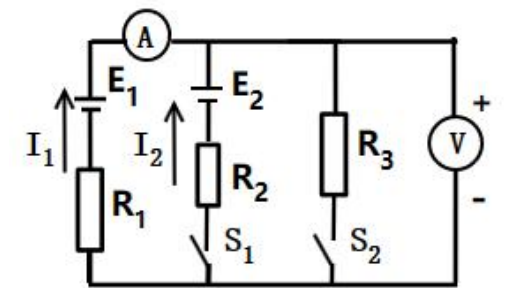

图 3-1
1. (5 分) 电路如图 3-1 所示  $E_1=36\text{V}$ ,  $E_2=48\text{V}$ ,  $R_1=6\Omega$ ,  $R_2=6\Omega$ , 试求: (1)  $s_1$  闭合,  $s_2$  断开时, 电流表 A 的读数为多少? (2)  $s_1$  和  $s_2$  均闭合时, 电压表 V 的读数为 24 V, 求  $R_3$  的阻值? (设电压表的内阻无穷大)